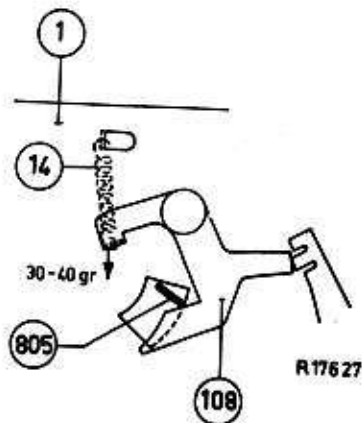

Fig. 12
6. La tension du ressort de traction 14 qui est fixé à l'équerre de verrouillage 108, doit être comprise entre 30 et 40 gr. Ceci mesuré dans la position "hors circuit" à l'endroit où le ressort est accroché dans l'équerre 108 (voir la fig. 12).